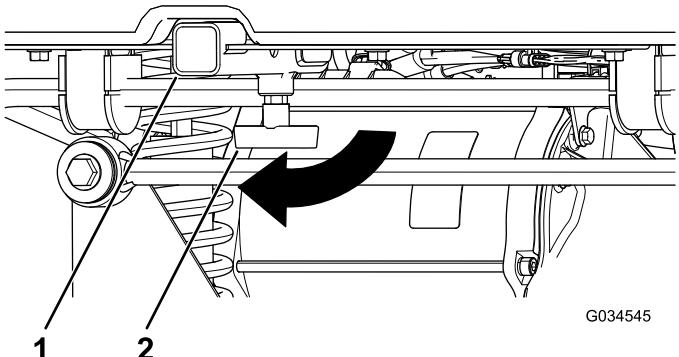

図20
1. T字ハンドルを右に回してゆるめる図20。
2. レシーバにアクセサリを挿入し、穴どうしが並ぶまで押し込む図20。